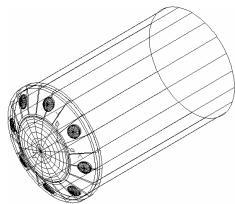

图 6-2-21 绘制圆柱体
(37) 绘制圆柱体。在命令行中输入 CYLINDER 命令并按回车键, 根据命令行的提示进行操作, 以 (0,0,0) 为圆柱体底面的中心点, 绘制半径为 9.5, 高为-30 的圆柱体, 结果如图 6-2-21 所示。